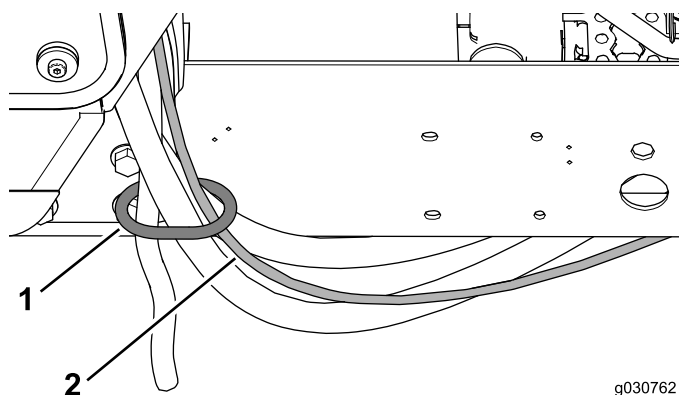

Рисунок 41
1. Проложите шланг омывателя, продев его через кольцо для шлангов на заднем креплении кабины (Рисунок 41).